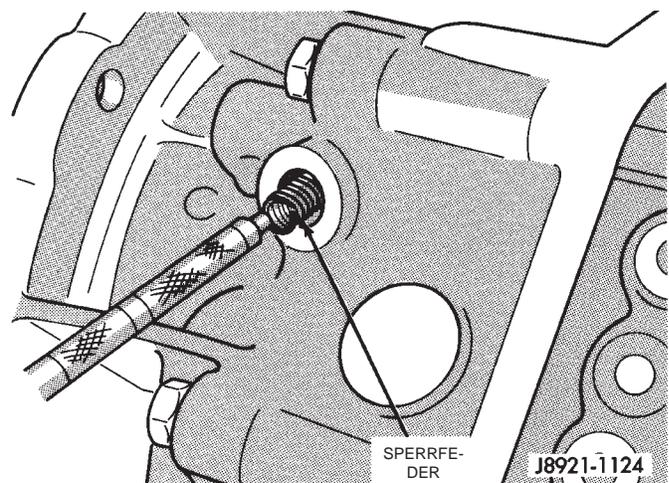

Abb. 48 Sperrfeder einsetzen
(17) Die Sperrfeder in die Bohrung im Gehäuse einsetzen (Abb. 48).